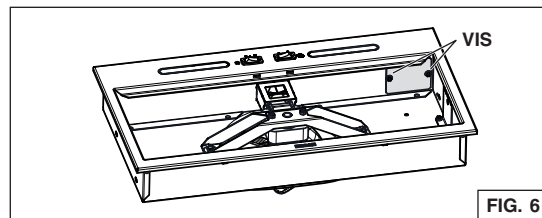

FIG. 6
3. Retirer les 2 vis retenant le couvercle de câblage (pièce en gris dans la Fig. 6) à l'intérieur de la hotte. Mettre de côté le couvercle et ses vis.